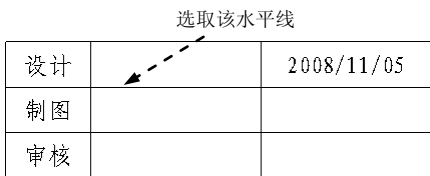

图 6.3.17 选取插入行的位置
Step2. 系统提示 在表中拾取要插入行的位置，在表中选取图 6.3.17 所示的水平线，系统在所选水平线为边界的两行之间插入一个新行，插入行结果如图 6.3.18 所示。